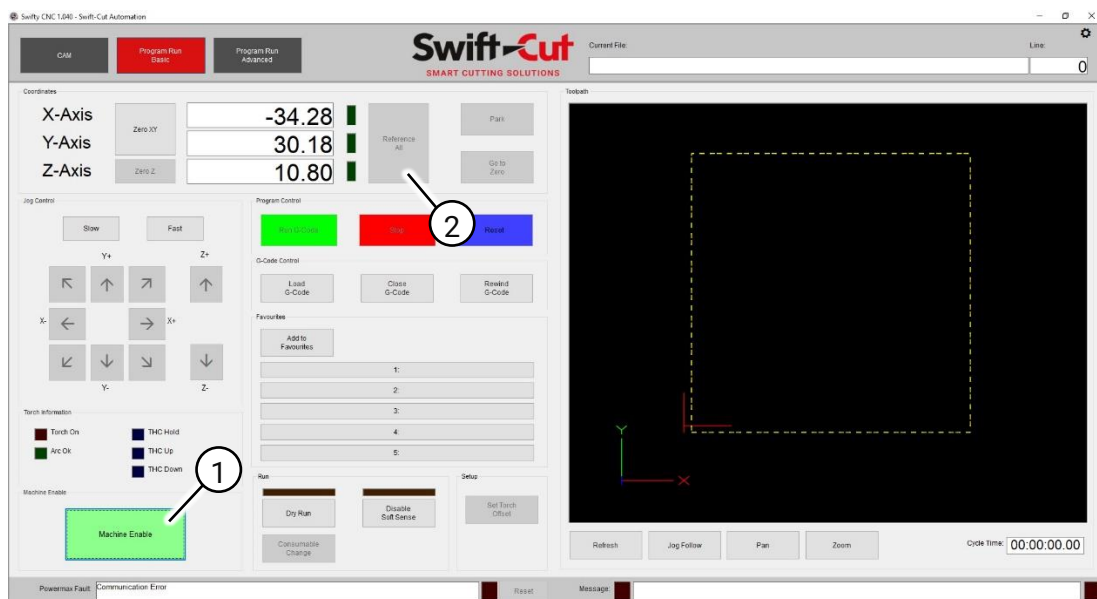

Fig. 64 Venster 'Program Run Basic' van de Swifty-CNC-toepassing
2. Klik op de knop 'Machine Enable' (Fig. 64 (1)). Controleer de volgende punten als de machine niet ontgrendelt:
3. Klik op 'Reference All' (Fig. 64 (2)). Hierdoor beweegt de kop van de machine naar de hoek linksachter. Doe dit voor een nieuwe taak wordt beëindigd, telkens wanneer de Swifty-CNC-toepassing wordt gestart of nadat de machine opnieuw is opgestart.